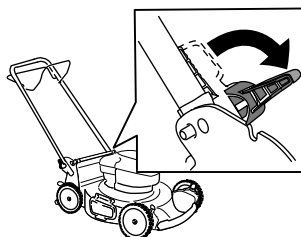

Figure 20
3. Déverrouillez la poignée (Figure 20).